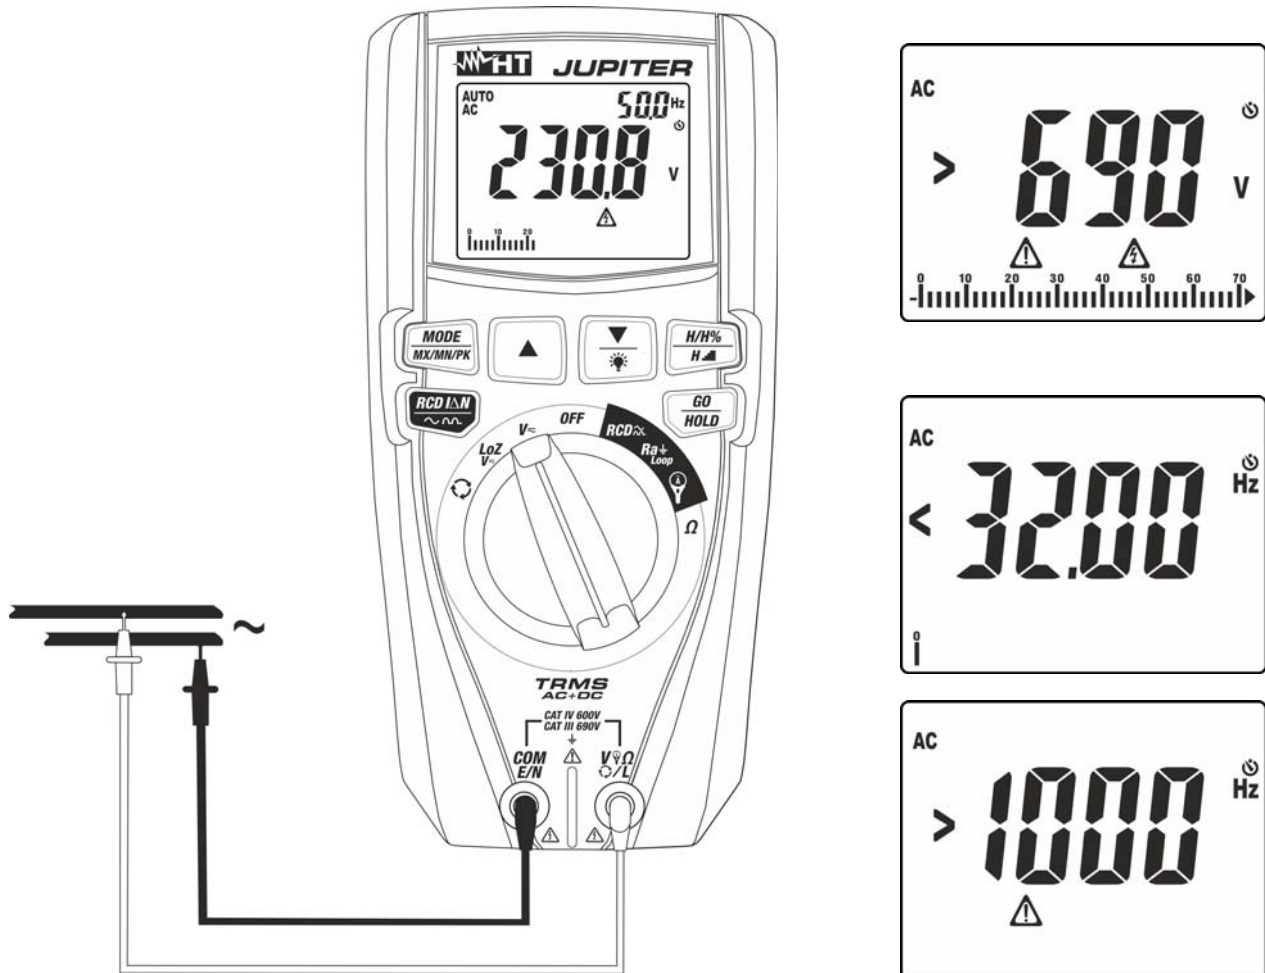

Abb. 9: Verwendung des Gerätes für Wechselspannungsmessung
4. Verbinden Sie die rote Messleitung und die schwarze Messleitung mit den gewünschten Messpunkten des zu messenden Kreises (siehe Abb. 9). Der Spannungswert erscheint auf dem Display. Rechts auf der Oberseite des Displays wird der Wert der Frequenz der Spannung angezeigt. Drücken Sie die Taste **MODE/MX/MN/PK** zur Anzeige des Werts der Frequenz mit besserer Auflösung.
5. Wenn im Display die Meldung ">690V" erscheint (siehe Abb. 9), ist der höchste messbare Wert erreicht worden.
6. Wenn im Display die Meldungen "<32Hz" oder ">1000Hz" (siehe Abb. 9) erscheinen, liegt der Wert der Frequenz außerhalb des Messbereiches **32Hz ÷ 1000Hz**.